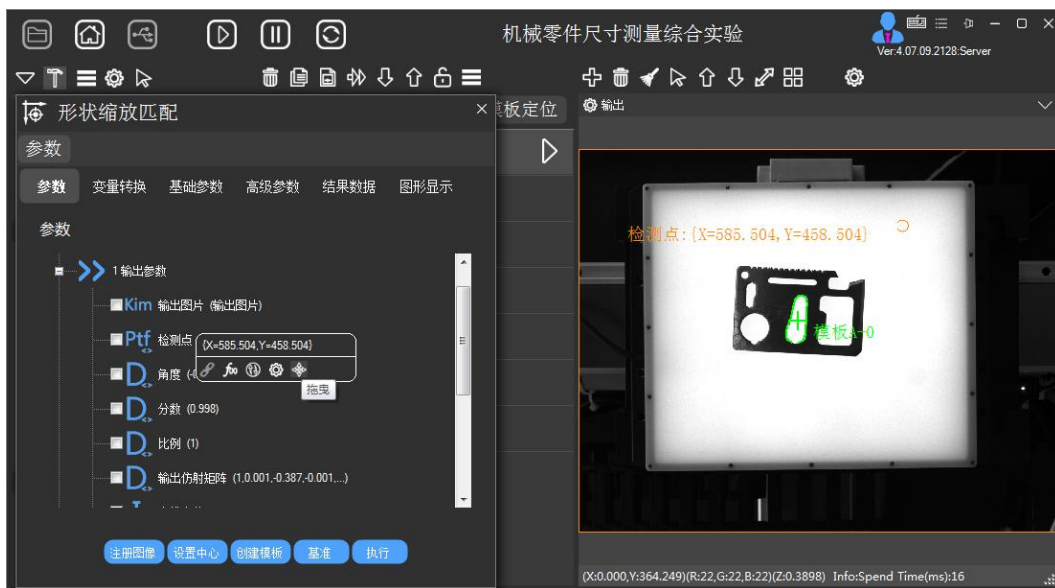

图 2-8 添加结果数据显示
④ 在大多数工具的参数是指中都可以找到“参数”选项页，然后可以找到“输出参数”展开，可以看到很多输出的结果，如果需要将结果显示在图像中，可以选中“参数”然后拖拽到图像区域显示，此实验中将找到的模板中心坐标进行显示（图 2-8 所示）。以上就完成了产品的定位，为后续测量产品两边的间距、尺寸等工作做好准备。